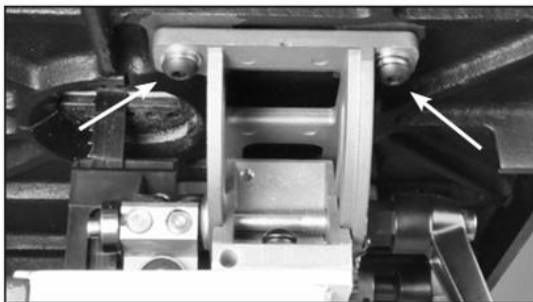
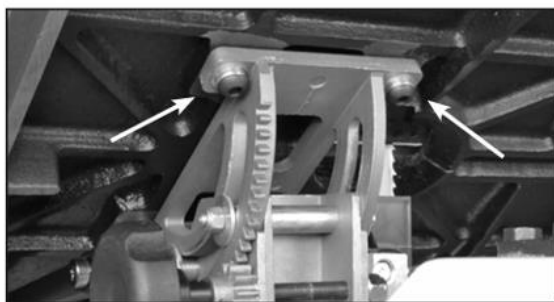

Рис. 2
Рис.3
3. Прикрепите стол к цапфе с помощью четырех винтов с шестигранной головкой, пружинных шайб (детали №11В, 10В, 9В). Установите два болта справа от пильного полотна, затягивая их только вручную. Рис. 2. Затем наклоните стол на 45 градусов и закрепите два болта слева от лезвия. Рис. 3. В данный момент не затягивайте болты до конца. Верните стол в горизонтальное положение.